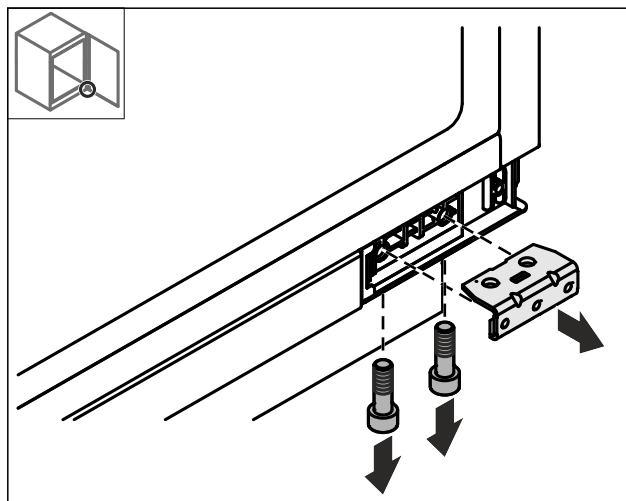

図15
- 図15で取り外した下部ブラケットを反対側に差し込み、ネジで固定します。